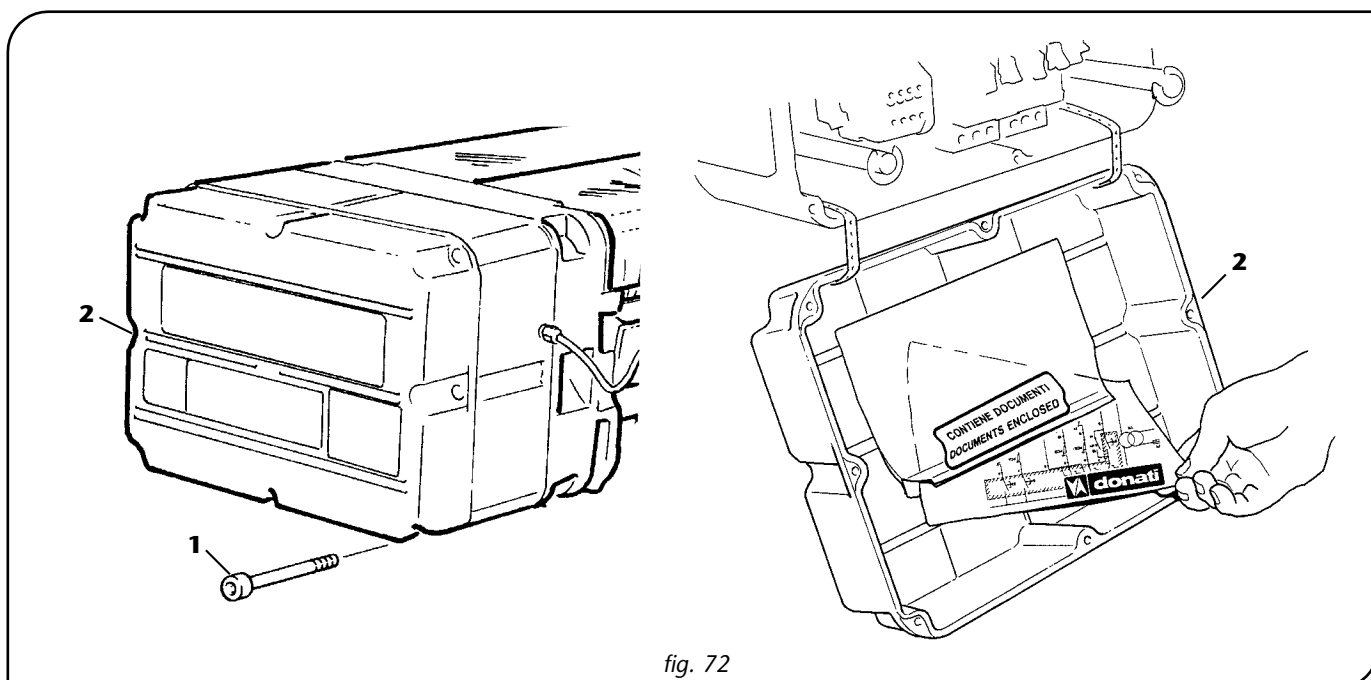

fig. 72
3. Svitare completamente le viti -1- che fissano il coperchio del vano lato apparecchiatura (quello opposto al motore), rimuovere il coperchio stesso -2- ed accertarsi della presenza, all'interno del quadro di comando, dello schema elettrico (fig. 72).
6. Ricollocare lo schema elettrico nel vano apparecchiatura, richiudere il coperchio -2- avendo cura di non danneggiare la guarnizione e/o il relativo piano di tenuta ed avvitare, serrando a fondo, tutte le viti -1-. (fig. 72).